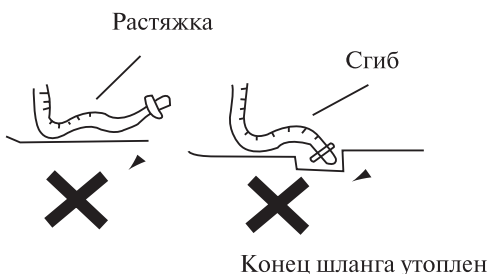

Рис. 2
2. Не растягивайте и не сгибайте сливной шланг, а также не утепливайте его конец в воду (рис. 2).